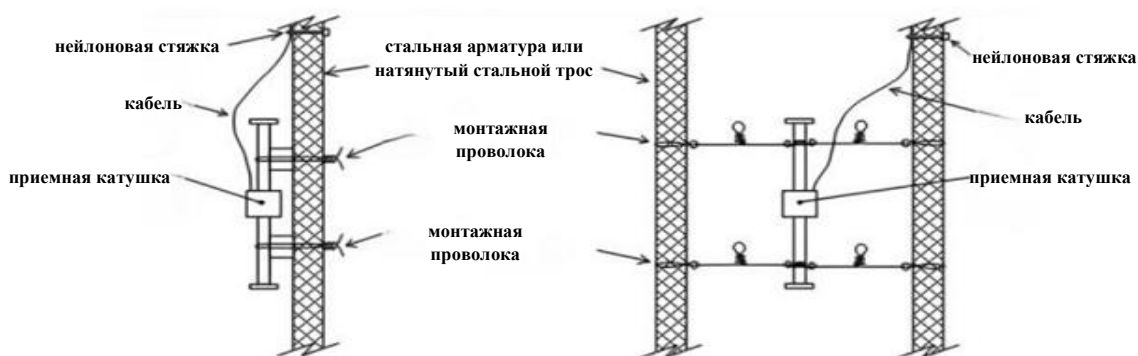

Рис. 2 – Крепёж ISSO-SG4 к стальной арматуре
1) Оберните слоем самовулканизирующейся резиновой ленты в двух местах, См рис. 2 (рядом с точками крепления). Этот резиновый слой действует как демпфер, смягчая любые колебания подвесной системы. Иногда, если резиновый слой отсутствует, резонансная частота стяжной проволоки будет влиять на частоту прибора, поскольку стальная проволока стянута туго, что приведёт к сбоям в показаниях или их отсутствию. Однако эти эффекты исчезнут после заливки бетона.